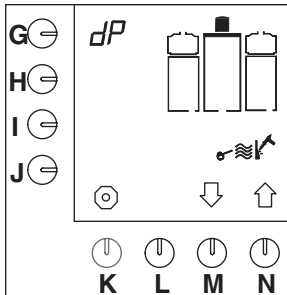

Fig. 18 Détartrage du système de filtration
- Le programme de détartrage s'affiche sur l'écran de contrôle (fig.18).